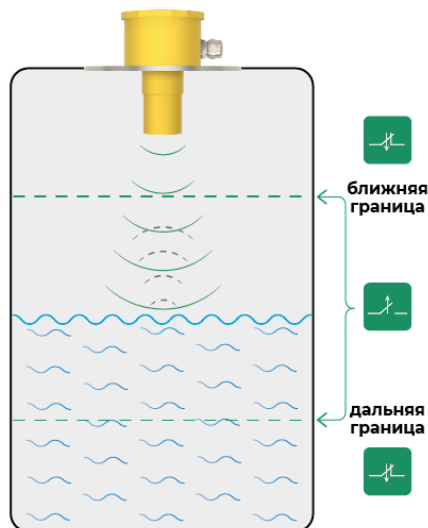

Рисунок 13 – состояние дискретного выхода в режиме «НЗ»
2.8.3 В режиме работы «НЗ» дискретный выход замыкается, если уровень материала находится вне окна и размыкается, если уровень материала находится внутри окна (рисунок 13). При отсутствии отраженного сигнала, дискретный выход замкнут.